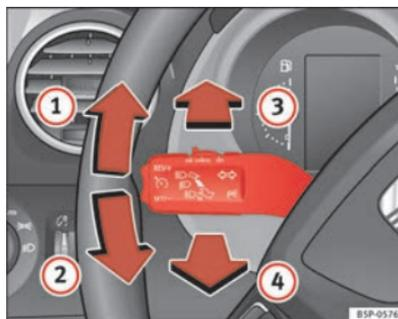

Fig. 78 Levier des clignotants et de l'inverseur-codes
- Levez le levier jusqu'en butée ⇒ page 129, fig. 78 ① pour actionner les clignotants **droits** ou abaissez-le jusqu'en butée ② pour actionner les clignotants **gauches**.
- Si les feux de croisement sont allumés, poussez le levier vers le volant ⇒ page 129, fig. 78 ③ pour allumer les feux de route.
- Poussez le levier vers le volant ⇒ page 129, fig. 78 ④ pour allumer les feux de route.